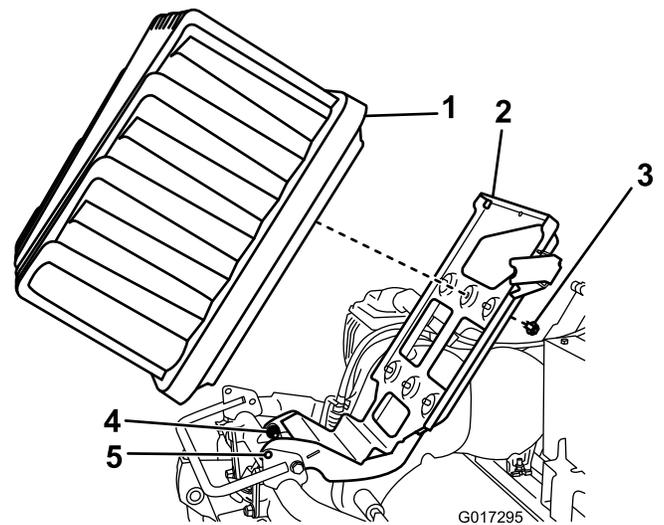

Figure 9
6. Soulevez la plate-forme de la batterie jusqu'à ce que les trous de blocage du socle soient alignés sur ceux du cadre (Figure 9).
5. Desserrez les 2 boulons/écrous de pivot d'un demi-tour chacun (Figure 9).